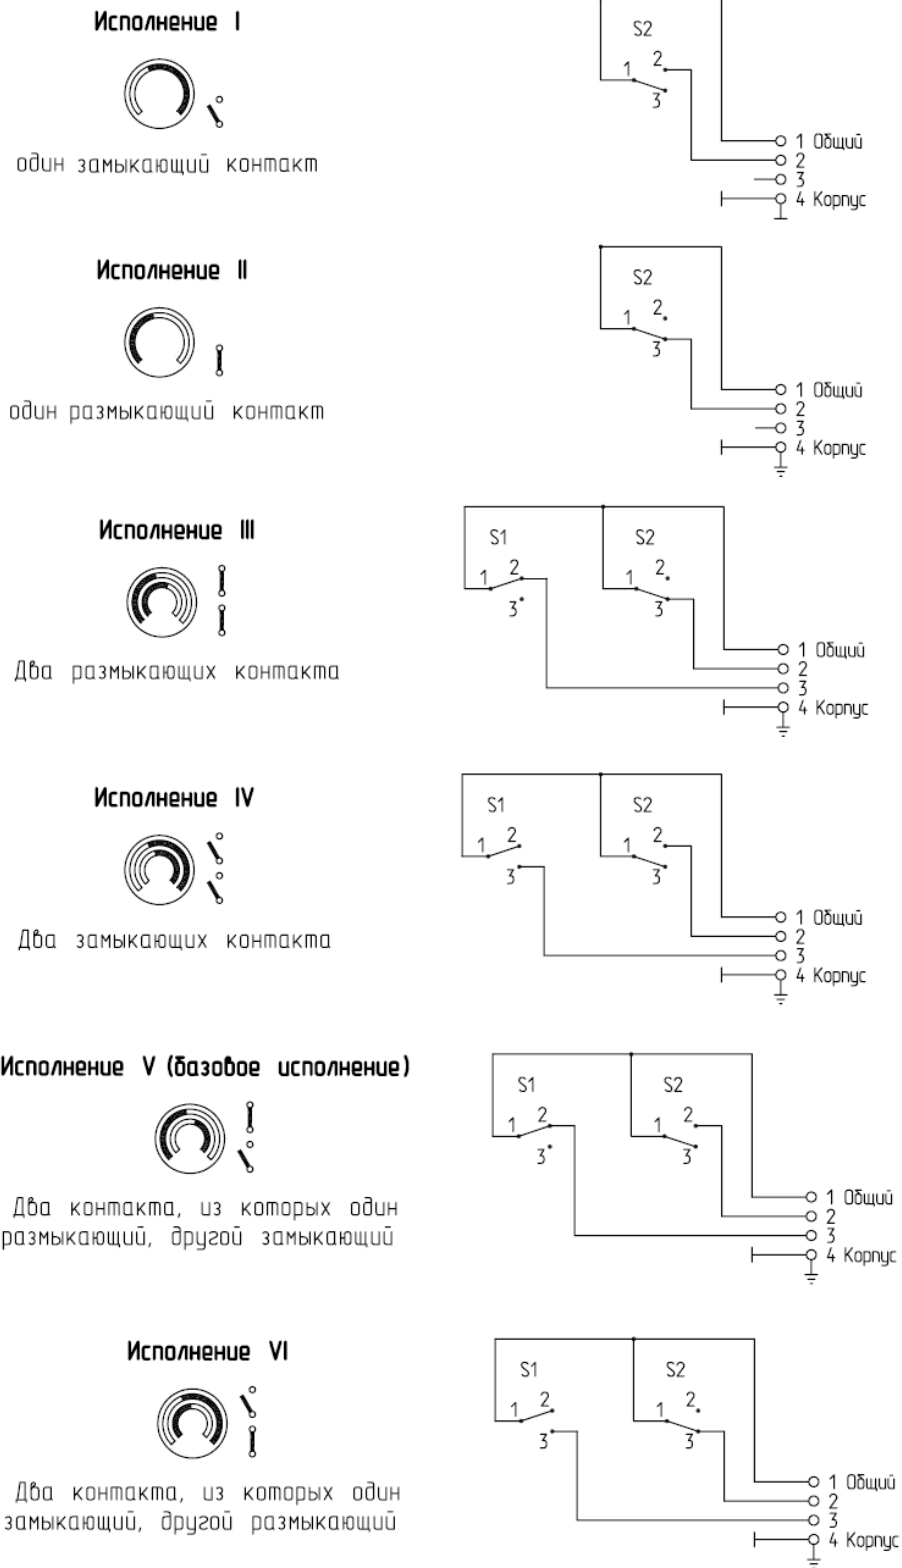

Рисунок 3. Принципиальные электрические схемы
3.5 Подключение электрической цепи к прибору производится четырехжильным кабелем согласно таблице подсоединения (см. рис.3).